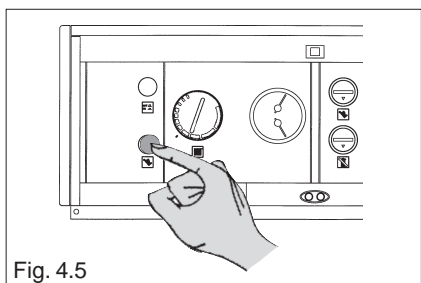

Fig. 4.5
- attendere circa 1 minuto e premere il pulsante "sblocco bruciatore" (fig. 4.5)